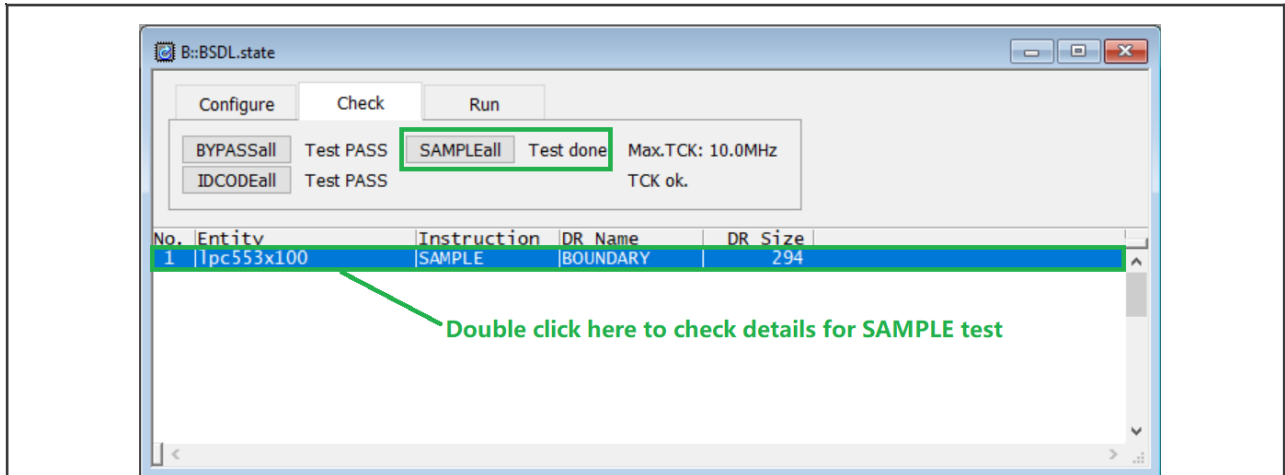
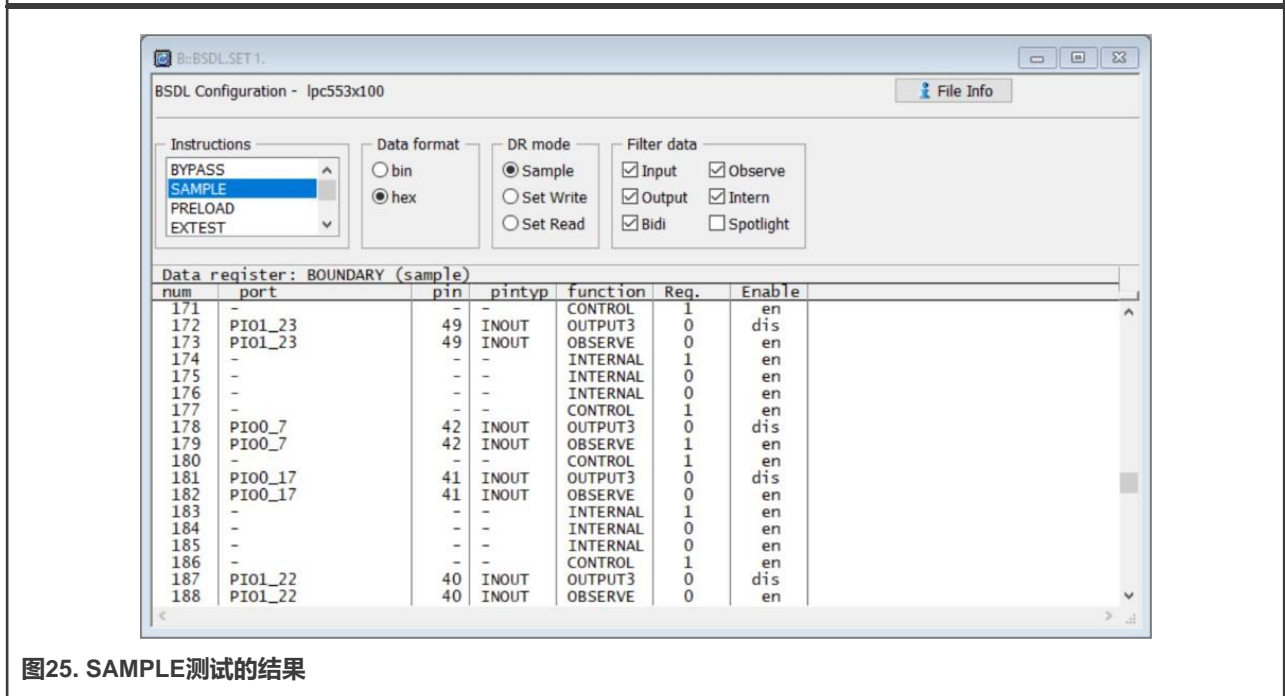

图24. 检查SAMPLE测试
图25. SAMPLE测试的结果
- 单击SAMPLEall按钮，“无结果”变为（“测试已完成”）。双击如图24所示的实体名称，在BSDL.SET窗口中可以看到SAMPLE的测试结果，如图25所示。